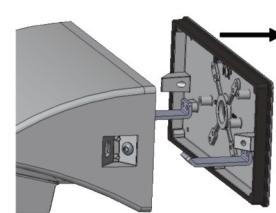

Fig. 7
8. Séparez la plaque de montage arrière du boîtier. Un tournevis plat peut être nécessaire pour retirer la plaque de montage arrière du boîtier de dérivation (**Figure 7**).